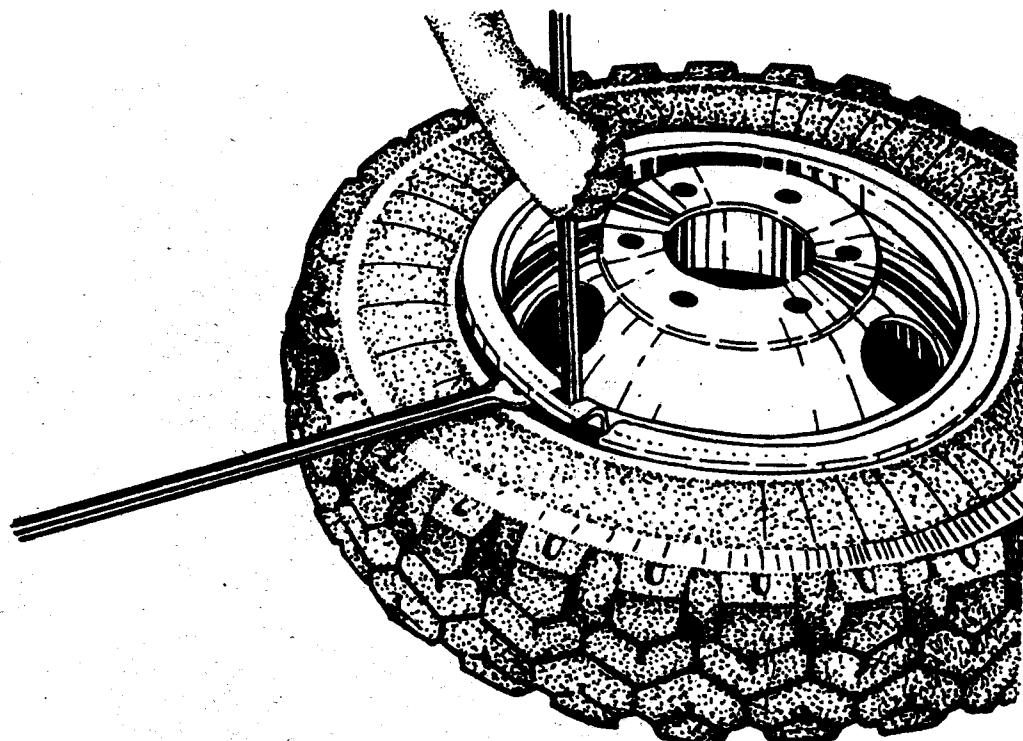

Рис. 73. Установка прямой лопатки в прорезь
5. Вставить конец прямой лопатки в прорезь на бортовом кольце, отжать его из замочной канавки, одновременно приподнимая его вверх вилочной лопаткой (рис. 73).